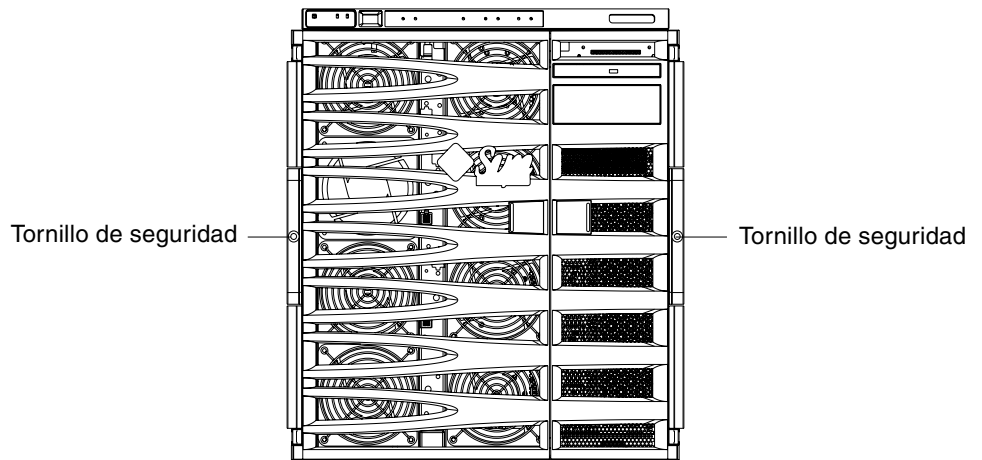

FIGURA 1-12 Ajuste de los tornillos de seguridad
12. Apriete los dos tornillos de seguridad de la parte frontal del sistema para fijarlo al mueble (FIGURA 1-12).